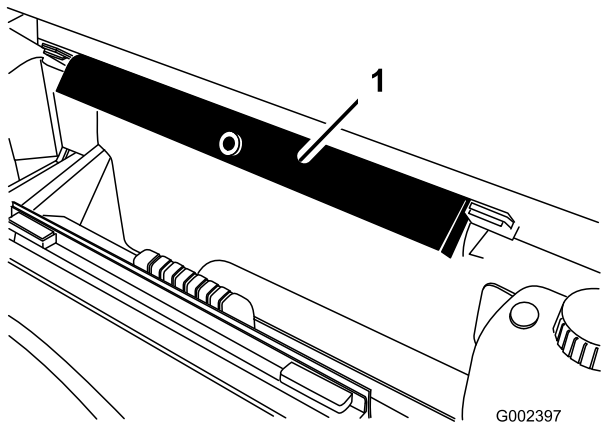

Bild 1
- B. Nehmen Sie die Ladepritschenstütze aus den Einlagerungshalterungen hinten an der Überrollschutzplatte ab (**Bild 1**).